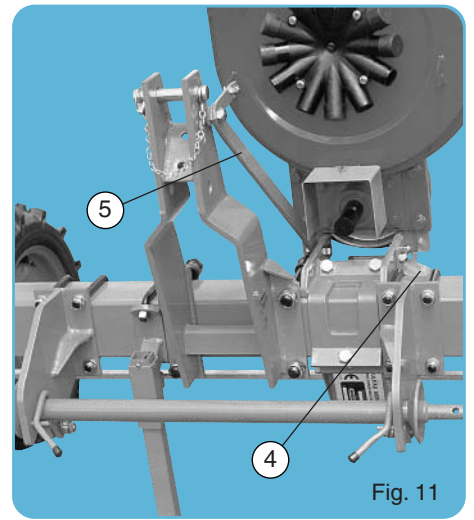

Fig. 11
Avec attelage semi-automatique s'assurer que le taquet ③ n'accroche pas, lors des manœuvres, le tracteur ou l'outil de préparation placé à l'avant du semoir. Pour adapter le semoir à la voie du tracteur, l'attelage ordinaire peut être monté en déport d'1/2 inter-rangs (fig. 11). La boîte de distances se place alors à gauche de l'élément central. Supprimer dans ce cas un des paliers ④ et n'utiliser qu'un seul tirant ⑤.
To mount the planter in line with the tractor the standard hitch can be mounted and off-set at half the interrow spacing (fig. 11). The gearbox is then placed to the left of the central metering unit. In that case remove one of the bearing holders ④ and use only one tie strap ⑤.
Для установки сеялки на одной линии с трактором устанавливается стандартное сцепное крепление и смещается на половину междурядного расстояния (рис. 11). Следовательно, коробка передач устанавливается по левую сторону от центрального дозатора. В таком случае, следует удалить один из держателей крепления ④ и использовать только одну распорную пластину ⑤.